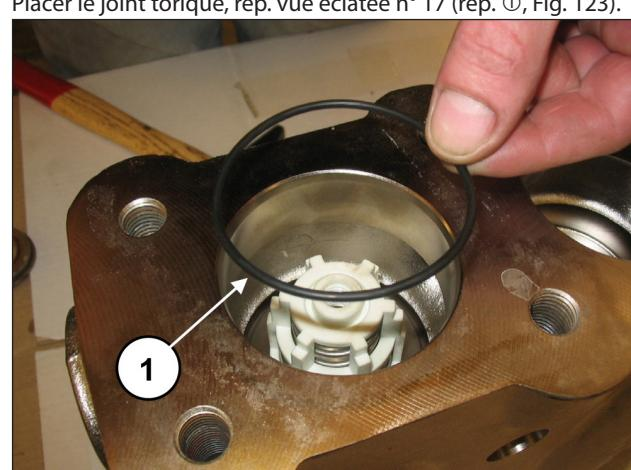

Fig. 123
Placer le joint torique, rep. vue éclatée n° 17 (rep. ①, Fig. 123).